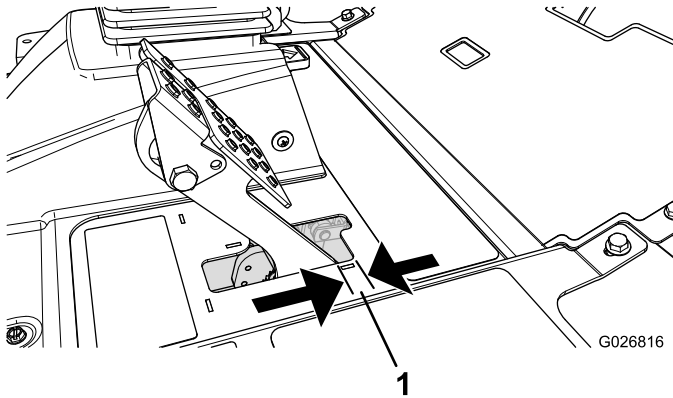

図 65
ブレーキペダルの「遊び」図 65が 2.5cm 以上となったり、強く踏み込まないとブレーキの効きが悪いと感じられるようになったら、調整を行ってください。遊びとは、ブレーキペダルを踏み込んでから抵抗を感じるまでのペダルの行きしろを言います。
2. 後ナットを締めてケーブルを後方に移動させて、ホイールがロックする前のブレーキペダルの遊び図 65が 613mm なるように調整する。